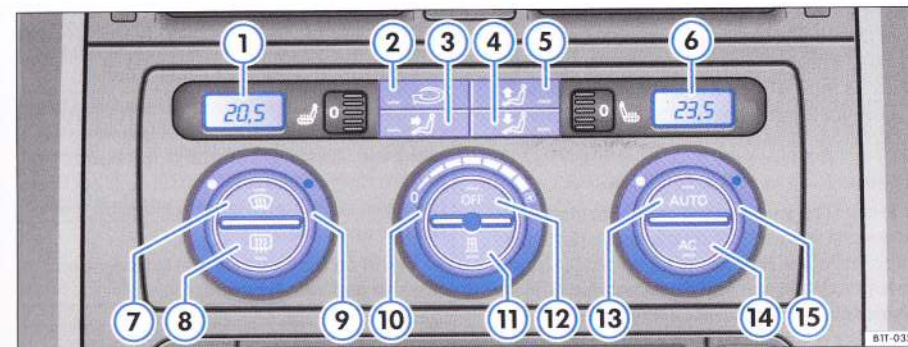

Fig. 112 În consola centrală: Elemente de comandă Climatronic.
– Apăsați tastele ⇒ fig. 112 ③ - ⑤, sau rotiți regulatorul ⑩. Lampa de control din tasta ⇒ fig. 112 **AUTO** se stinge. ▶
– Apăsați tasta $\Rightarrow$ fig. 112 [AUTO] , pentru a opri funcționarea manuală și pentru a activa funcționarea automată $\Rightarrow$ pagina 118.
– Apăsați tasta $\text{[C]} \Rightarrow$ pagina 119, fig. 112" 2 , pentru a activa sau dezactiva recircularea aerului. Funcția este activată când în tastă se aprinde un bec.